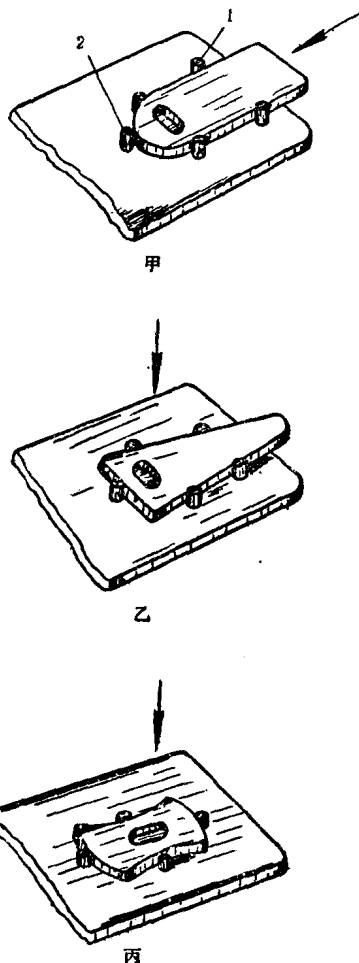

图17 用制件外缘定位的冲孔模
1) 推入式定位 (图 17 甲), 在这种冲模中, 制件是从导正销 1 中推入, 而由挡料销 2 定位, 所以又叫敞开式定位。
2) 半插入式定位 (图 17 乙), 在这种冲模中, 制件是从上面插入, 并使要冲孔的那一段固定在定位销中, 所以又叫半敞开式定位。
3) 插入式定位 (图 17 丙), 在这种冲模中, 制件也是从上面插入, 但全部都被固定在定位销中, 所以又叫封闭式定位。